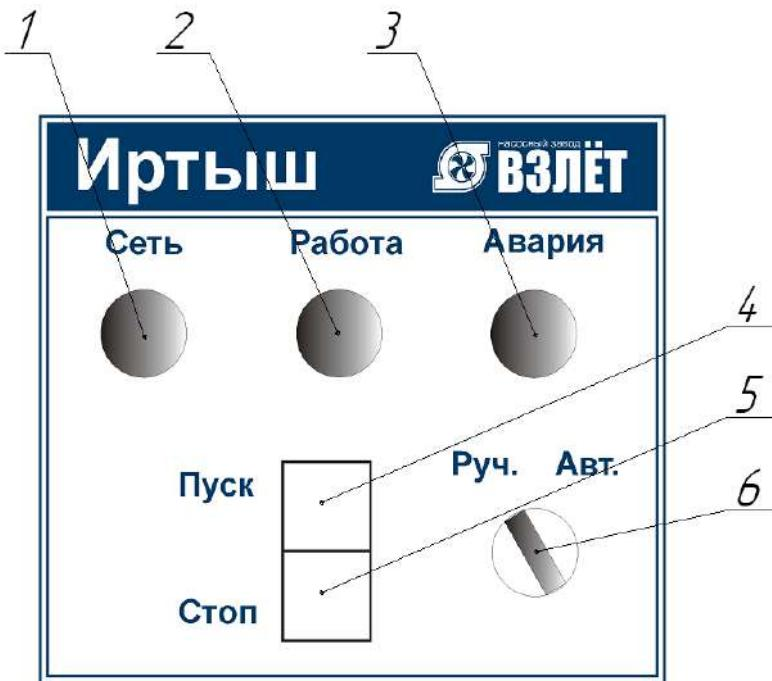

Рисунок 1 – Органы управления и индикации шкафа управления
На дверце шкафа управления размещены следующие органы управления и индикации (рис. 1):
Для работы в автоматическом режиме необходимо перевести переключатель «РУЧН/АВТ» рис. 1, поз. 6 в положение «АВТ».
Для ручного запуска насоса необходимо перевести переключатель РУЧН/АВТ рис. 1, поз. 6 в положение «РУЧН». Запуск и останов насоса в ручном режиме осуществляется при помощи кнопок «ПУСК» (рис. 1 поз. 4) и «СТОП» (рис. 1 поз. 5), расположенных на дверце шкафа управления.
3. Установите переключатель «РУЧН/АВТ» (рис. 1 поз. 6), в положение «РУЧН».
4. Включите главный автоматический выключатель QF1; загорится светодиод «Сеть» на крышке шкафа управления рис. 1 поз. 1.
Переведите переключатель «РУЧН/АВТ» в положение «РУЧН» рис. 1 поз. 6.
Запустите насос на 2-3 секунды нажатием кнопки «ПУСК» рис. 1 поз. 4, и внимательно наблюдая за вращением рабочего колеса, определить его направление. Рабочее колесо должно вращаться по направлению стрелки, располагаемой на корпусе насоса.
1. Перевести переключатель «РУЧН/АВТ» (рис. 1 поз. 6), в положение «РУЧН».
2. Для запуска насоса в ручном режиме нажать кнопку «ПУСК» (рис. 1 поз. 4).
3. Для остановки насоса в ручном режиме нажать кнопку «СТОП» (рис. 1 поз. 5).
1. Перевести переключатель «РУЧН/АВТ» (рис. 1 поз. 6), в положение «АВТ».